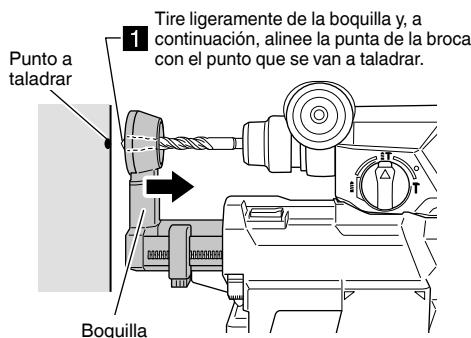

Fig. 10
- (1) Agarre la boquilla con su mano y tire de ella ligeramente y, a continuación, alinee la broca con el punto que se va a perforar. (Fig. 10)